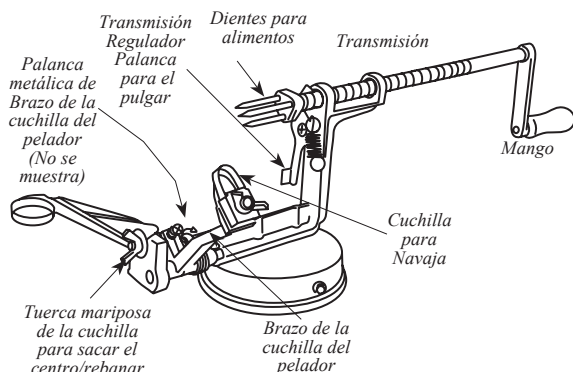

FIGURA 3
2. Presione la palanca del regulador del eje para liberar el detenido del eje. Jale el mango hasta que el eje haya salido completamente (**FIGURA 3**).